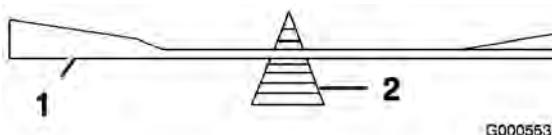

Bild 44
2. Überprüfen Sie die Auswuchtung des Schnittmessers auf einer Ausgleichsmaschine (Bild 44). Wenn das Schnittmesser in seiner horizontalen Position bleibt, ist es ausgewuchtet und kann wiederverwendet werden. Wenn das Messer nicht ausgewuchtet ist, wiederholen Sie das Schärfen an der schwereren Seite, bis das Messer ausgewuchtet ist.